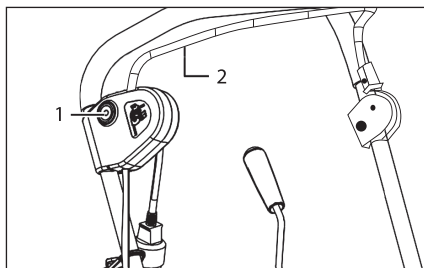

Рис. 10
Слегка наклоните снегоуборочную машину назад и немного приподнимите шнек над землей. Для включения нажмите и держите нажатой кнопку блокировки (1), зажмите рычаг включения шнека (2). После включения снегоуборочной машины отпустите кнопку блокировки (1) (рис. 10). Для выключения отпустите рычаг включения (2) (рис. 10).